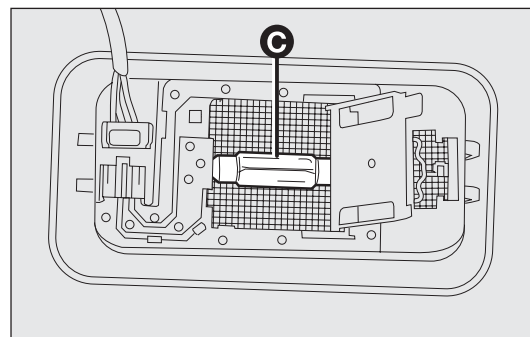

fig. 162
- remplacer l'ampoule C-fig. 162 en la dégageant des contacts latéraux, puis monter la nouvelle ampoule en s'assurant qu'elle soit correctement bloquée entre ces mêmes contacts ;